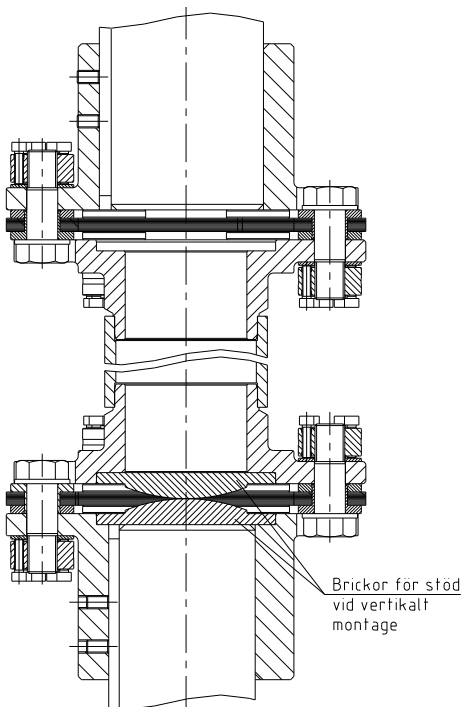

Bild 24: Vertikalt montage (rekommenderat montage)
- Montera flänsnaven på driv- och kraftuttagssidans axel. Se till att flänsnavet med brickan för vertikalt stöd är längst ner (se bild 24 och 25).
- Den inre delen av flänsnavet eller centreringsytan av flänsnavet i botten måste monteras jämnt med axelns ände (se bild 24 och 25).